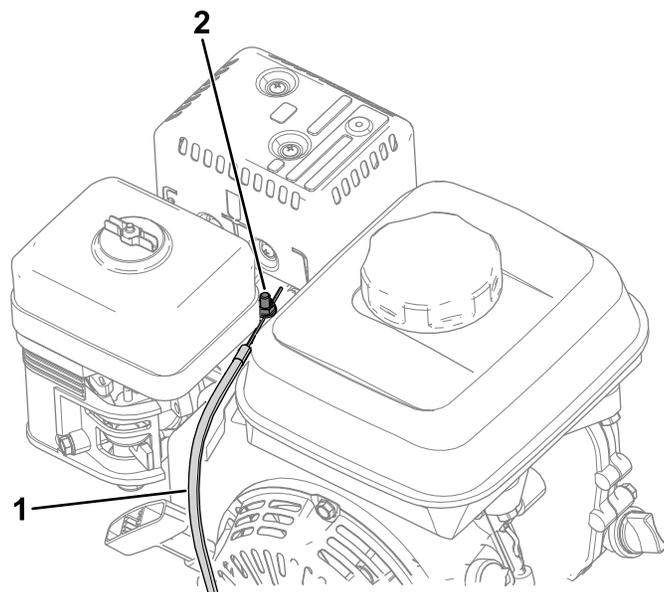

図 39
4. ケーブルコンジットのクランプのねじをゆるめる 図 39。